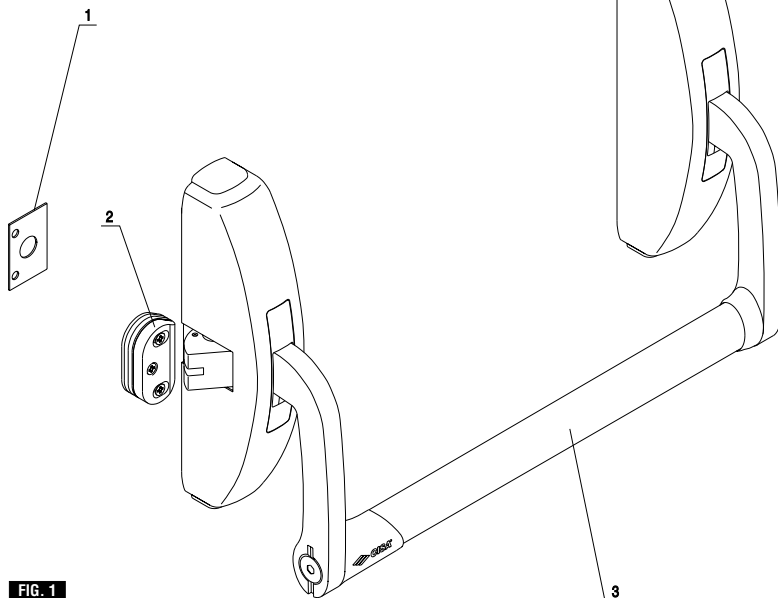

FIG. 1
AVVERTENZE: Le caratteristiche di questi prodotto rivestono la massima importanza per la sicurezza delle persone e non è consentito apportare al prodotto modifiche diverse da quelle descritte in queste istruzioni. Questo prodotto va installato su porte a cardine o cerniera che non superino i 200 kg di massa, 2500 mm di altezza e 1300 mm di larghezza. L'articolo è ambidestro (fig. 1) quindi applicabile su porte di mano destra e su porte di mano sinistra. La rappresentazione grafica del presente foglio istruzione è relativa ad un maniglione in configurazione per porte di mano sinistra interna "2". Questo maniglione va montato in abbinamento alla barra art. 07007-13/14/15/60/61/62
ATTENTION: Le respect des caractéristiques de ce produit est extrêmement important pour la sécurité des personnes. Il n'est pas permis d'apporter au produit d'autres modifications que celles qui sont décrites dans ces instructions. Installer ce produit sur des portes à gonds ou à charnières ne dépassant pas 200 kg, 2500 mm de hauteur et 1300 mm de largeur. L'article est ambidextre (fig. 1) et donc applicable sur des portes à main droite et gauche. La représentation graphique de ces instructions correspond à une poignée pour portes à main gauche interne "2". Monter cette poignée associée à une barre art. 07007-13/14/15/60/61/62
WAARSCHUWINGEN: de eigenschappen van dit product zijn buitengewoon belangrijk voor de veiligheid van de mens en het is daarom niet toegestaan andere wijzigingen aan het product aan te brengen dan in deze handleiding aangegeven. Dit product is bestemd voor gescharnierde deuren met een niet grotere massa dan 200 kg, een hoogte tot 2500 mm en een breedte tot 1300 mm. Het artikel is dubbelzijdig (afb. 1), daarom zowel op linkse als rechtse deuren van toepassing. In de tekening op de handleiding wordt een bijzetslot voor installatie aan de binnenkant op een linkse deur "2" afgebeeld. Dit product moet in combinatie met de anti-paniek duwstang art. 07007-13/14/15/60/61/62 gemonteerd worden
WARNING: The characteristics of this product are essentially important for people's safety. No product changes different from those described in these instructions should be introduced. This product should be installed on hinged doors with a maximum mass of 200 kg, a maximum height of 2500 mm and a maximum width of 1300 mm. This item is non-handed (Fig. 1) and may therefore be fitted on both left- and right-handed doors. The figures in these instruction sheet refer to a panic exit device installed on a left-hand inward opening door, type "2". This panic exit device (1 point closing) is to be installed together with the bar item 07007-13/14/15/60/61/62
ADVERTENCIAS: Las características de estos productos tienen la máxima importancia para la seguridad de las personas. No está permitido realizar modificaciones diferentes a las descritas en estas instrucciones. Este producto debe ser instalado en puertas con goznes o bisagras que no superen 200 kg de masa, 2500 mm de altura y 1300 mm de ancho. El artículo es reversible (Fig. 1), y, en consecuencia, puede ser instalado en puertas de mano derecha o izquierda. La representación gráfica de la presente hoja de instrucciones corresponde a una barra en configuración para puertas de mano izquierda interna "2". Esta barra se debe instalar en combinación con la barra Art. 07007-13/14/15/60/61/62.
HINWEIS: Die Eigenschaften dieses Produktes sind für die Personen-Sicherheit von höchster Wichtigkeit, deshalb ist es streng untersagt, Änderungen vorzunehmen, die von den in diesen Anleitungen angeführten abweichen. Das vorliegende Produkt wird auf Türen mit Angeln oder Scharnieren angebracht, geeignet für Türen mit einem Gewicht von max. 200 kg, einer Höhe von max. 2500 mm und einer Breite von max. 1300 mm. Der Artikel ist beidseitig verwendbar (Abb. 1), d.h. er kann für links- oder rechtsgerichtete Öffnung verwendet werden. Die Abbildungen auf dem vorliegenden Blatt beziehen sich auf einen Türdrücker, der für nach links und nach innen öffnende Türen "2" konfiguriert ist. Dieser Türdrücker muss in Kombination mit der Stange Art. 07007-13/14/15/60/61/62 montiert werden.